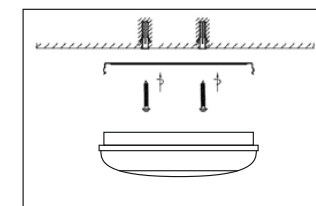

Рис. 3
- Закрепите монтажную скобы на поверхности установки (рис. 3).